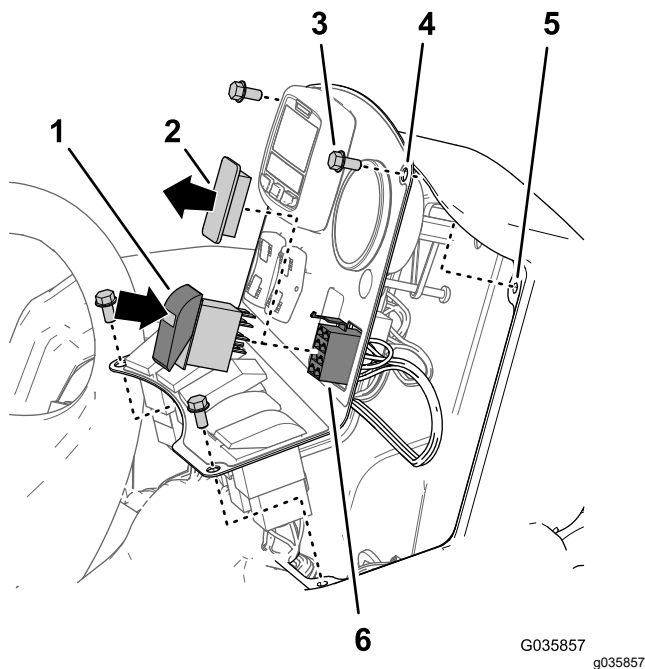

図 35
1. コントロールパネルをコンソールに図 35 のように固定しているフランジヘッドボルト $\frac{1}{4} \times \frac{1}{2}$ " 4 本があれば、これらを取り外す。
2. コンソールのコントロールパネルからスイッチプラグを外す 図 35。
3. ウルトラスニックboom 仕上りキットのワイヤハーネスの 8 ソケットコネクタを、コントロールパネルの開口部を通して接続する (図 35)。
4. ウルトラスニックboom 仕上りキットのワイヤハーネスの 8 ソケットコネクタ SONIC MODE MANUAL VS. AUTO というラベルがついているを、ロッカースイッチに接続する (図 35)。
5. コントロールパネルの取り付け穴にロッカースイッチを取り付ける。パチンとはまるまでスイッチを押し込むこと 図 35。
6. コントロールパネルの穴を、コンソール上部の穴に合わせる 図 35。
7. パネルをコンソールに取り付ける 図 35 ステップ 1 で外したボルトを使う。